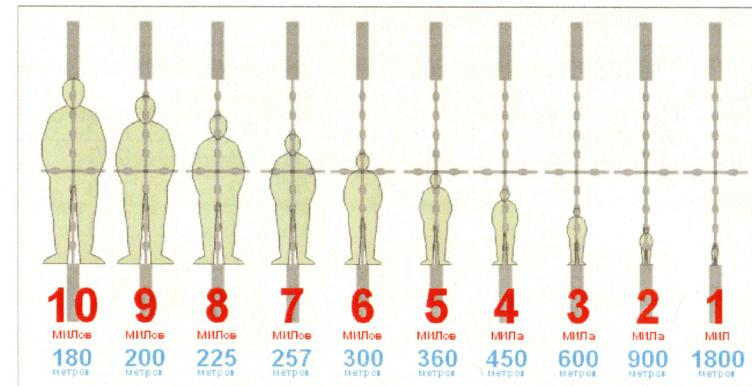

Рисунок 7 – Определение расстояния до цели по сетке «Mil-Dot»
2) Поместите перекрестье сетки так, чтобы одна сторона цели по высоте оказалась на риске «Mil-Dot» (см. рис. 7).